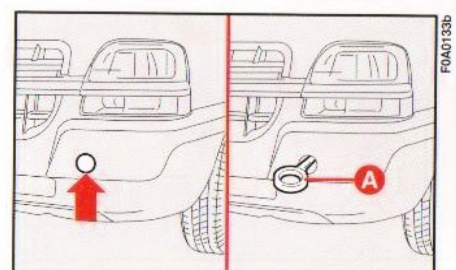

Abb. 46
- 2) Die Abdeckung am Stossfänger, unter Hebelwirkung an der mit dem Pfeil in **Abb. 46** angezeigten Stelle, mit dem Schraubendreher entfernen.
- 3) Den Abschleppring **A**, **Abb. 46** vollständig auf den Gewindebolzen aufschrauben.